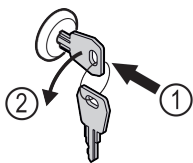

Fig. 125
- ▶ Sleutel erin duwen. Fig. 125 (1)
- ▶ Sleutel 90° linksom draaien. Fig. 125 (2)